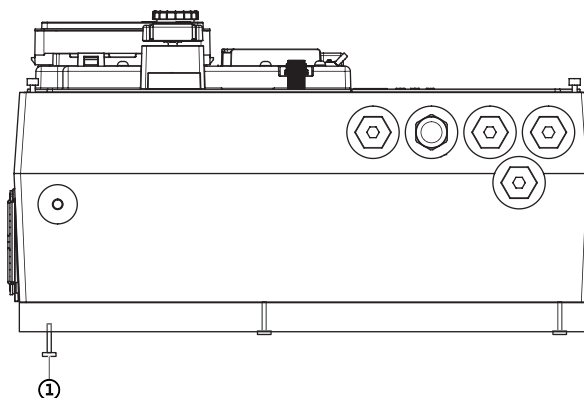

Fig. 115: Adaptera plates atskrūvēšana
6. Atskrūvējiet adaptera plates skrūves elektronikas moduļa apakšā (Fig. 115., 1. poz.).